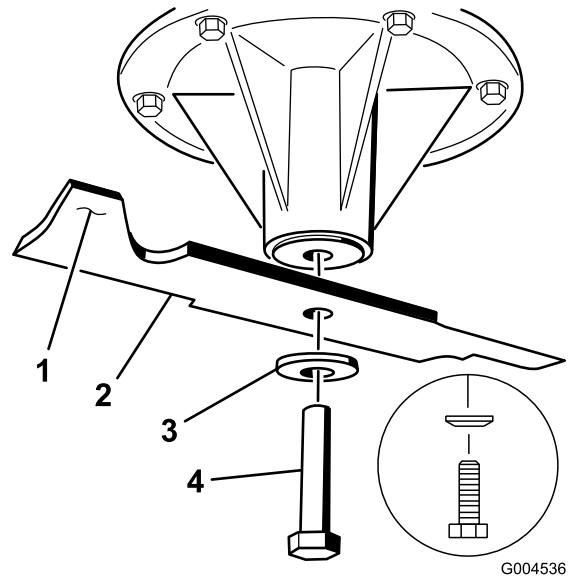

Figure 82
2. Enlevez de l'axe, le boulon, la rondelle bombée et la lame (Figure 82).
elle est équilibrée et peut être utilisée. Si la lame est déséquilibrée, limez un peu l'extrémité de la partie relevée seulement (Figure 82). Répétez cette procédure jusqu'à ce que la lame soit équilibrée.